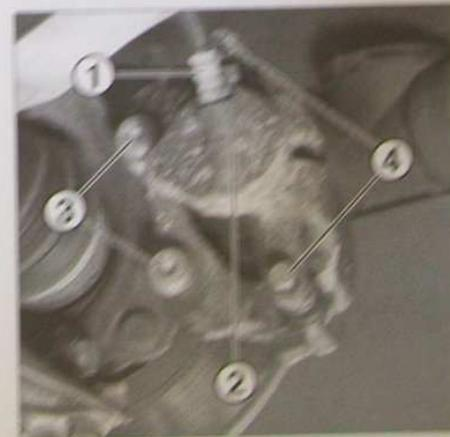

FIG. 6
- Serrer le flexible de frein (1) sur l'étrier (2) (Fig. 6).
- Déposer les vis de fixation (3) du support d'étrier sur le pivot puis dégager l'ensemble.
- Poser des vis de colonnette prescrit (Fig 6).